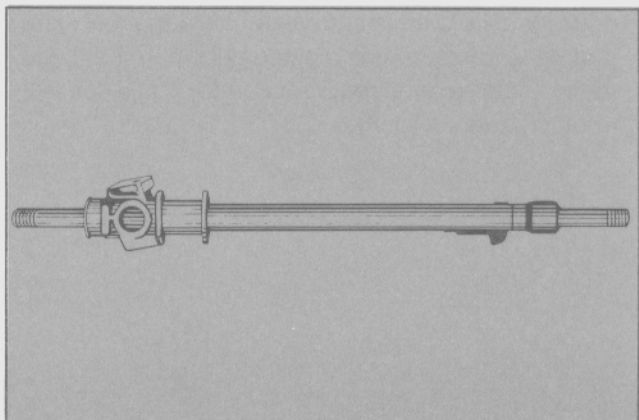

Fig. 11 - Instalación de la cremallera.
- Colocar la cremallera en la carcasa, haciendo que la zona dentada quede en coincidencia con el alojamiento del piñón. Hay que evitar que esta zona dentada pase por el buje durante la introducción, y la posición final de la cremallera debe ser la de marcha en línea recta del vehículo (los extremos deben sobresalir en medidas iguales a ambos lados de la carcasa). (Fig. 11).